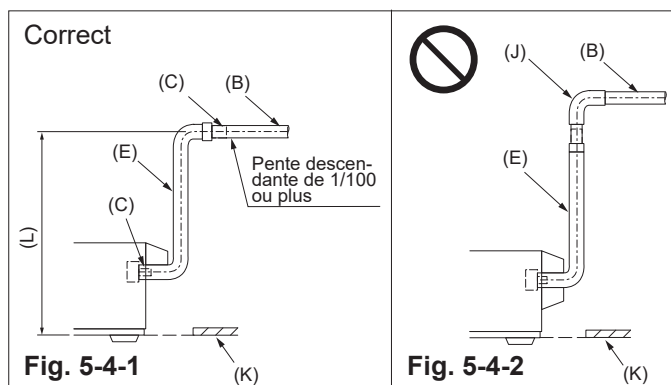

Fig. 5-4
- Pour monter la sortie de l'écoulement, fixez d'abord le tuyau d'écoulement pour qu'il remonte verticalement, puis prévoyez une pente négative de 1/100 minimum. (Fig. 5-4)
- N'installez pas la tuyauterie d'écoulement comme dans le contre-exemple de la Fig. 5-4.